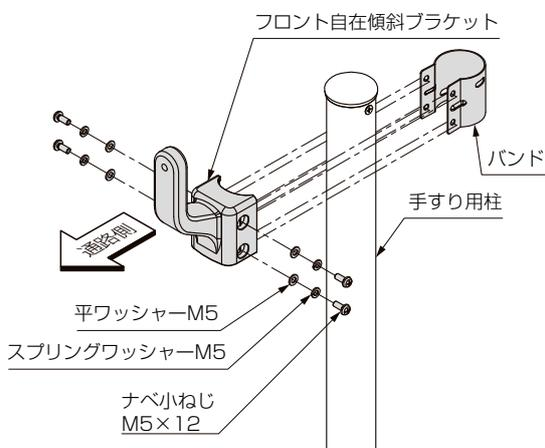

図6-4
- 図6-4のようにして、柱にフロント自在ブラケットとバンドを任意の高さに取付けてください。